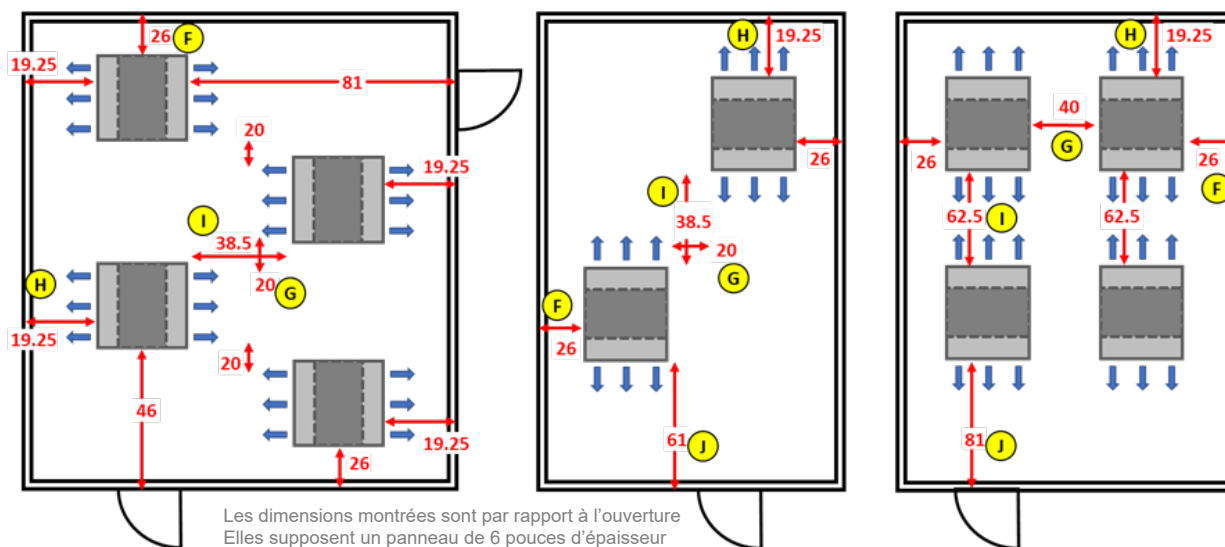

Figure 7 – Dimensions d'espacement des ouvertures
- La distance standard entre le côté de l'ouverture et le bord de la pièce est de 66 cm (26 po). Voir « F » dans la Figure 7;
- La distance standard entre les côtés de l'ouverture est de 50,8 cm (20 po) si les appareils sont décalés ou de 101,6 cm (40 po) s'ils sont alignés. Voir « G » dans la Figure 7.
- La distance minimum entre le côté de l'ouverture et le bord de la pièce est de 48,9 cm (19,25 po). Voir « H » dans la Figure 7).
- La distance minimum entre les deux ouvertures est de 158,8 cm (62,5 po) lorsque les appareils sont alignés et de 97,8 cm (38,5 po) lorsqu'ils sont décalés. Voir « I » dans la Figure 7.
- La distance minimum entre le côté de l'ouverture et la bord de la pièce si les appareils soufflent directement vers une porte est de 203 cm (81 po). S'ils ne soufflent pas directement vers la porte, elle est de 152 cm (61 po). Voir « J » dans la Figure 7.